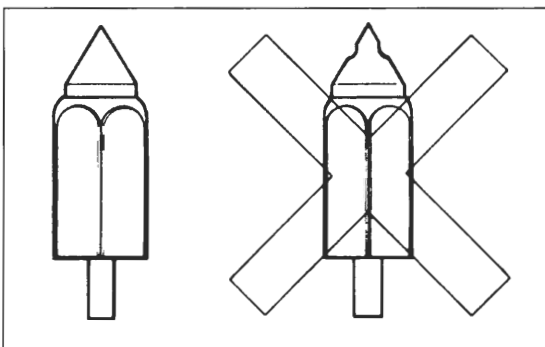

Bild 77
-  Schwimmer auf Verformungen oder auf Kraftstoff im Inneren untersuchen (Bild 77).